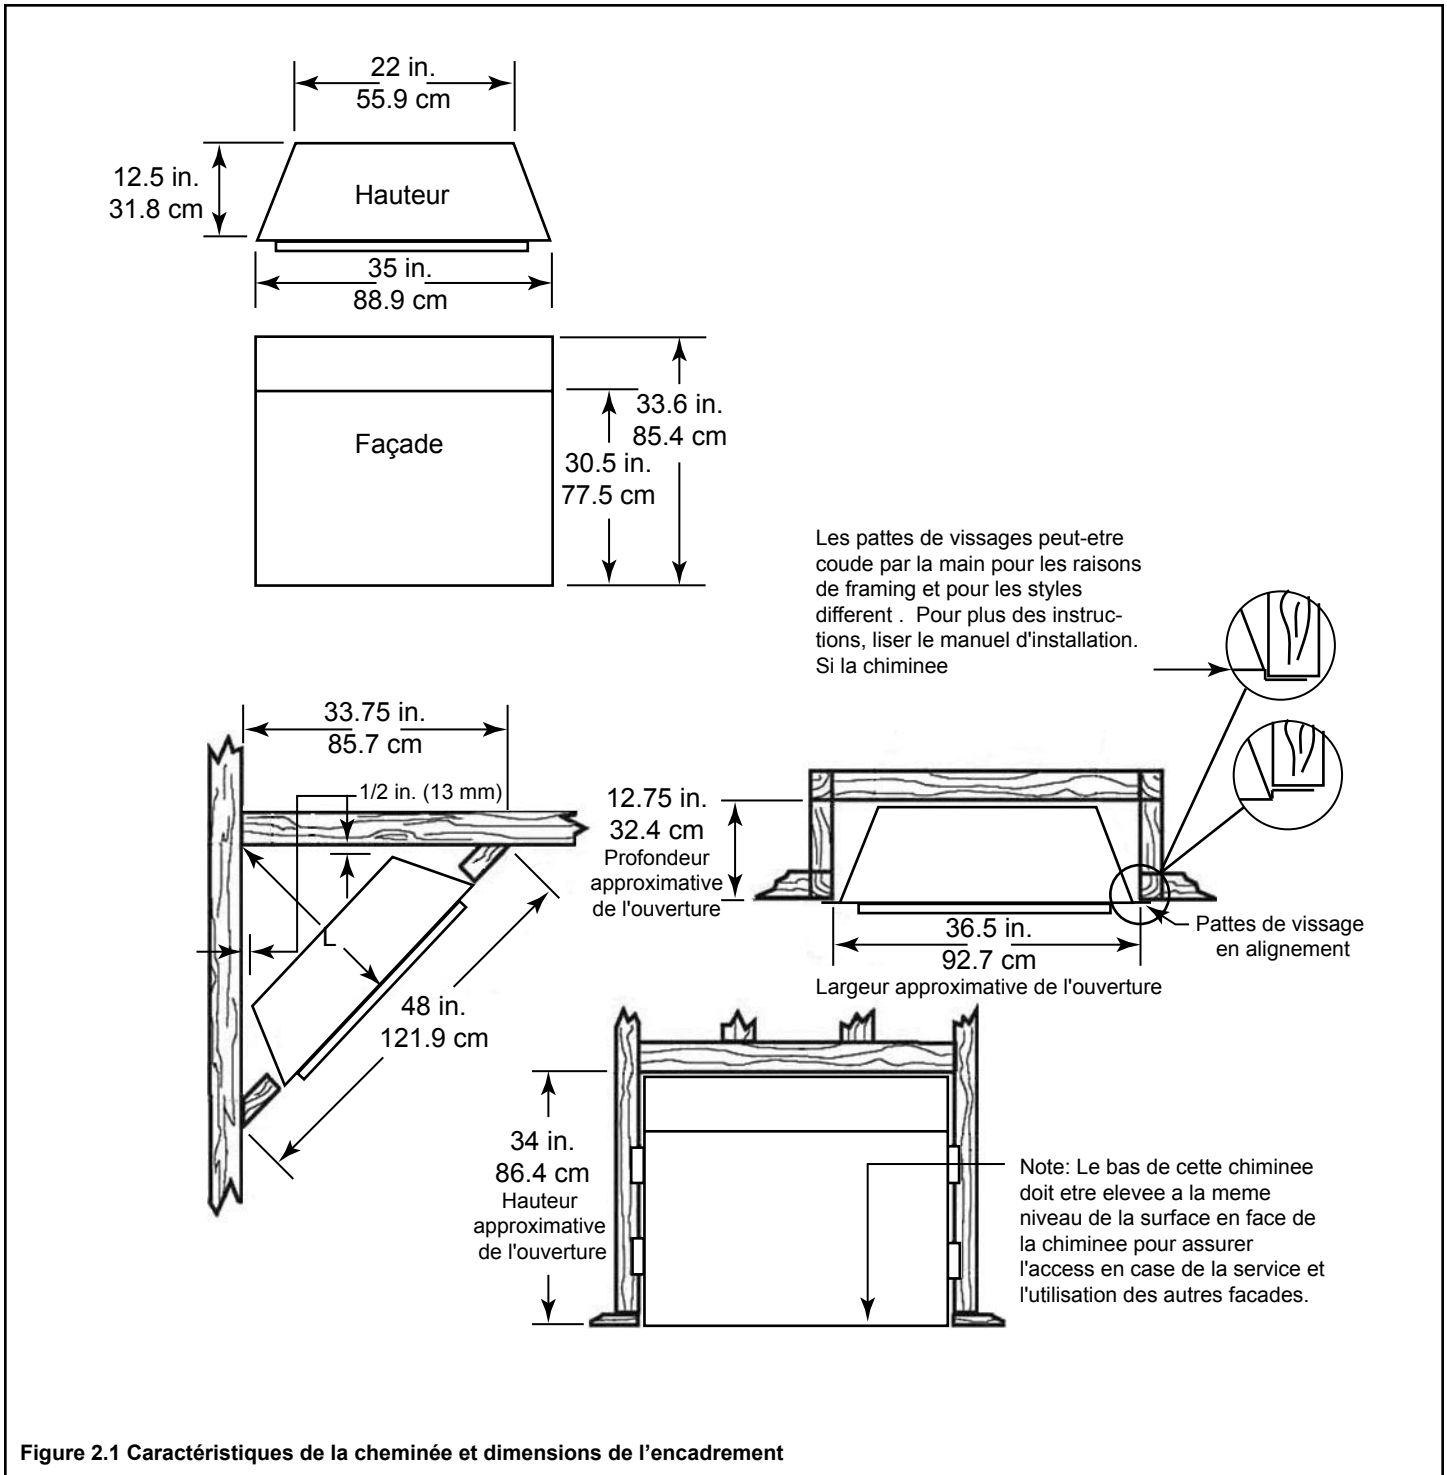

Figure 2.1 Caractéristiques de la cheminée et dimensions de l'encadrement
- Choisir un emplacement et encadrer tel que démontré dans Figure 2.1.